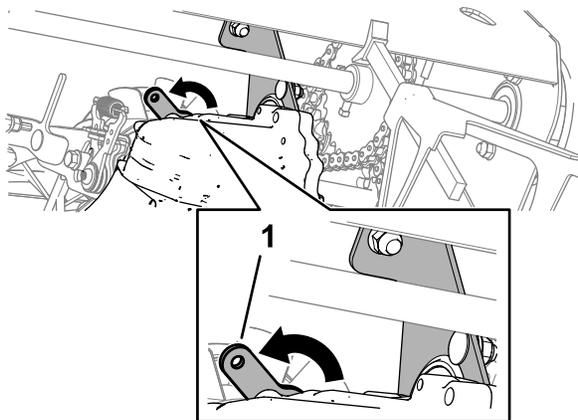

Рисунок 72
6. Поднимите переднюю часть машины, отсоедините рычаг байпаса от опорного кронштейна вала (Рисунок 72) и опустите машину.